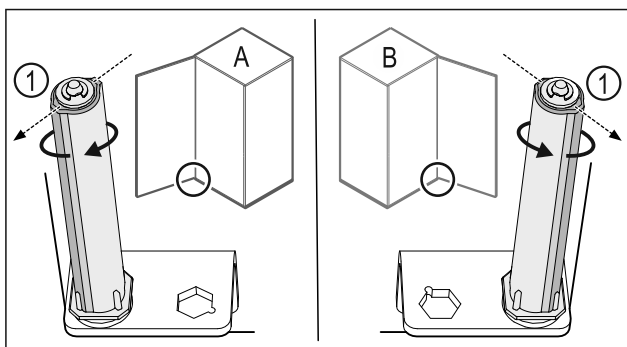

Fig. 34 Bal oldali ütköző (A) / Jobb oldali ütköző (B)
- Forgassa el a zárrendszert az ellenállással szemben, amíg a zárrendszer Fig. 34 (1) támasztója kifelé nem mutat.